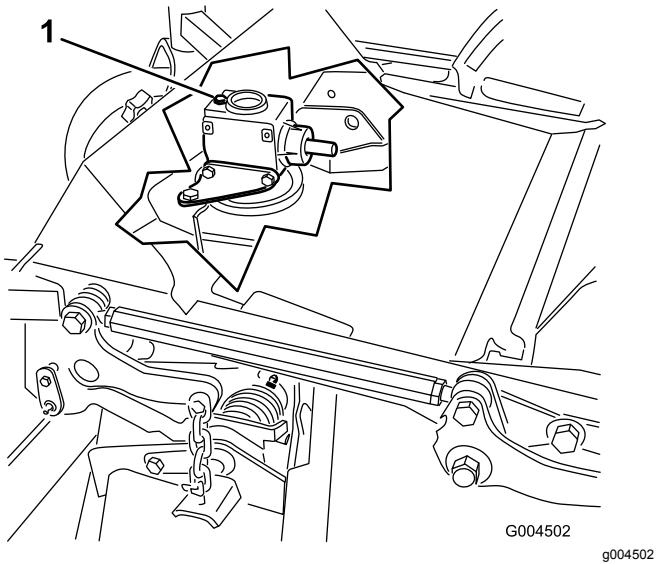

Figura 63
6. Retire la varilla/ tapón de llenado de la parte superior de la caja de engranajes (Figura 63) y asegúrese de que el lubricante está entre las marcas de la varilla.
6. Retire la varilla/tapón de llenado de la parte superior de la caja de engranajes (Figura 63).